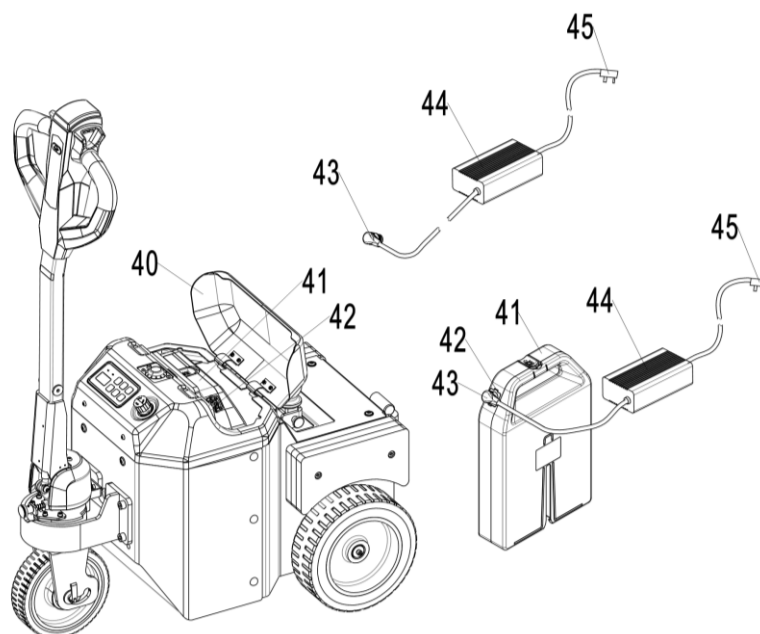

Рис. 16: Зарядка АКБ внешним зарядным устройством
- Откройте крышку отсека АКБ (рис. 16, поз. 40) на максимальный угол.
- К гнезду зарядки (рис. 16, поз. 42) аккумулятора подсоедините разъем (рис. 16, поз. 43) зарядного устройства (рис. 16, поз. 44).
- Затем подключите сетевой штекер (рис. 16, поз. 45) зарядного устройства (рис. 16, поз. 44) к электросети.
- Проверьте состояние заряда; также обратитесь к инструкциям на зарядном устройстве (рис. 16, поз. 44).
- После окончания зарядки отключите сетевой штекер зарядного устройства (рис. 16, поз. 45) от сети, прежде чем отсоединять разъем (рис. 16, поз. 43) от аккумулятора (рис. 16, поз. 41).
- Закройте гнездо для зарядки (рис. 16, поз. 42) и крышку отсека АКБ (рис. 16, поз. 40).